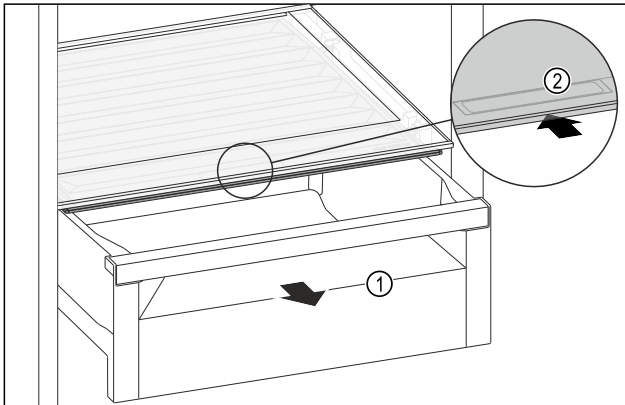

Fig. 160
- Retirer le tiroir Fig. 160 (1).
- Saisir la poignée encastrée Fig. 160 (2) du couvercle du compartiment et pousser le couvercle du compartiment vers l'arrière.